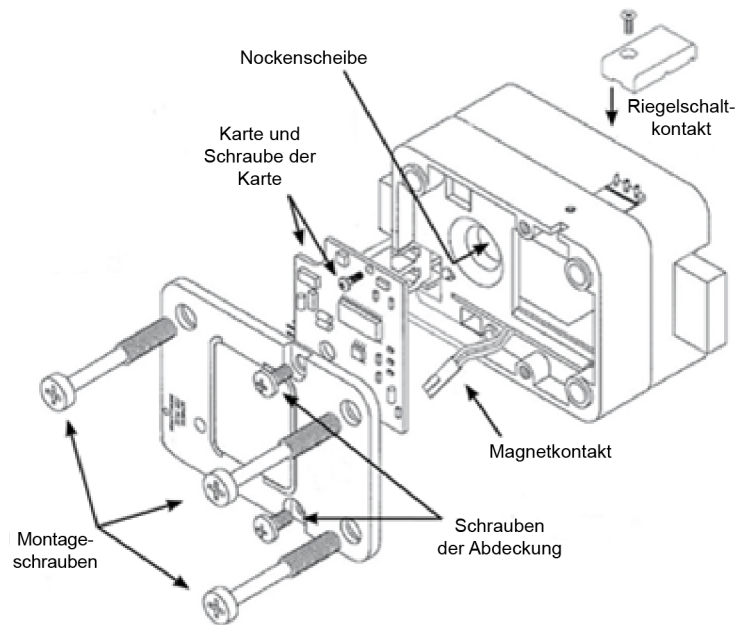
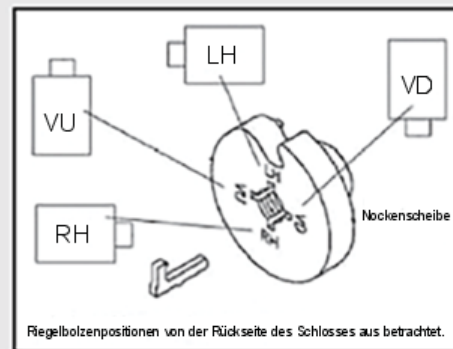

Abbildung 10
Abbildung 11
8. Entfernen Sie die beiden Schrauben von der hinteren Abdeckung der Schlossbaugruppe und nehmen Sie die hintere Abdeckung des Schlosses ab (Abbildung 10).
9. Trennen Sie den Magnetkontakt vorsichtig von der Systemkarte. (Trennen gegebenenfalls den Riegelschaltkontakt von der Systemkarte.) (Abbildung 10)
10. Entfernen Sie die Montageschraube von der Systemkarte und nehmen Sie die Systemkarte vorsichtig aus dem Gehäuse (Abbildung 10).
13. Drehen Sie die Spindel nun um mindestens eine halbe Umdrehung gegen den Uhrzeigersinn, bis sie an der korrekten Position der Keilnut ausgerichtet ist. Die korrekte Position der Keilnut für einen Einbau wie in Abbildung 10 gezeigt ist RH (für eine rechtsöffnende Tür). Alle Einbaupositionen sind in der nachfolgenden Tabelle **Nasenkeilpositionen** (Abbildung 11) aufgeführt.